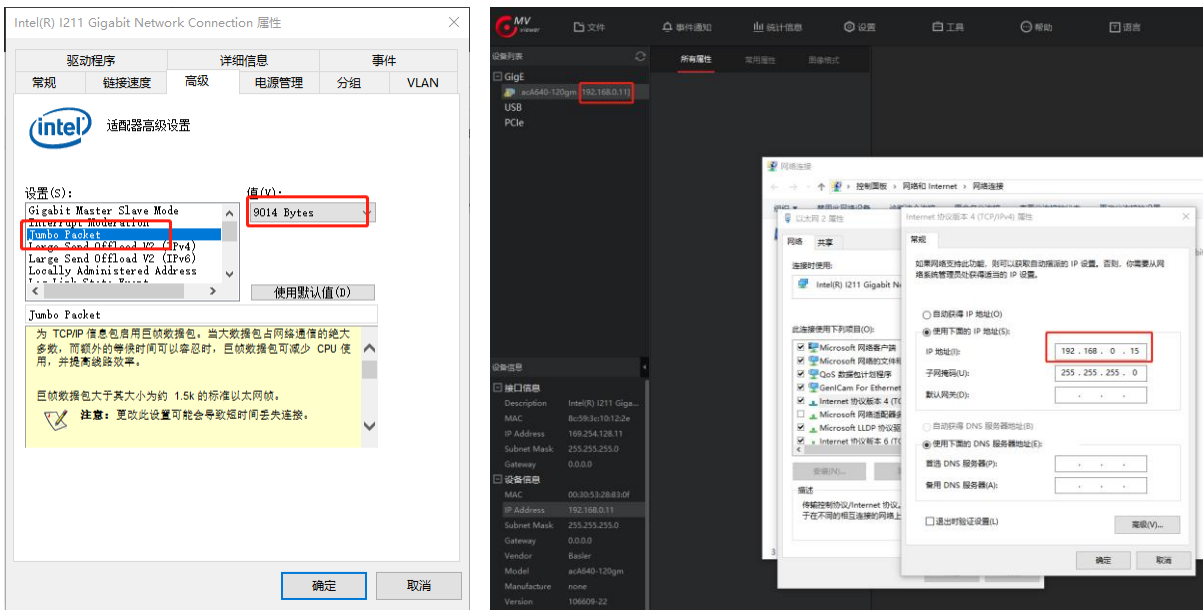

图 3-1 高级网络设置示意图
- 5) 设备管理器 -> 网络适配器 -> 属性 -> 配置 -> 高级页，将“Jumbo Packet”的值设置为最大值“9014 Bytes”；在以太网属性中选择“Internet 协议版本 4 (TCP/IPv4)”的属性，将其 IP 地址设置为与相机 IP 地址在同一网段的地址，如图 3-1 所示。